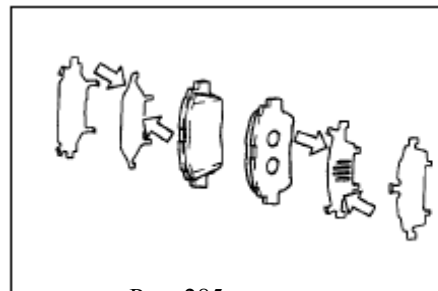

Рис. 285
(1) Нанесите смазку, применяемую для уменьшения скрипа тормозных механизмов, на обе стороны шумоизоляционной накладки (рис. 285).
(2) Установите шумоизоляционные накладки на все тормозные колодки.
(3) Индикатор износа тормозной колодки должен устанавливаться лицевой частью вверх. Устанавливайте вначале внутренние тормозные колодки, затем устанавливайте внешние.